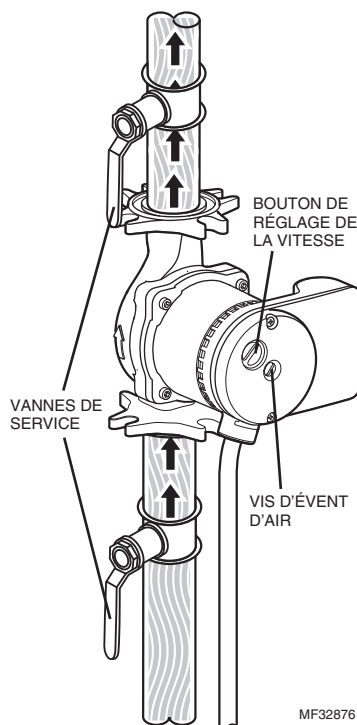

Fig. 9. Purger le circulateur en desserrant la vis d'évent d'air.
- Tourner le bouton de réglage de la vitesse dans le sens horaire pour augmenter la vitesse (voir la Fig. 9).
|                            | Rotor/arbre coincé  | <ul style="list-style-type: none"> <li>Isoler la pompe de l'alimentation.</li> <li>Retirer la vis d'évent (voir la Fig. 9).</li> <li>Tourner l'arbre dans le sens horaire à l'aide d'un petit tournevis.</li> <li>Visser la vis d'évent.</li> <li>Mettre la pompe en marche.</li> </ul>   |